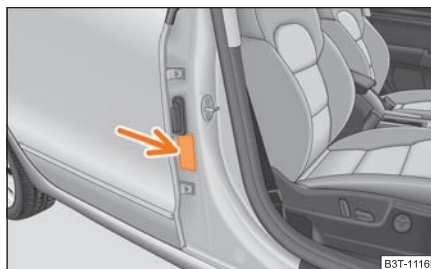

Fig. 180 Autocolant pe stâlpul central al ușilor, partea pasagerului din dreapta
- **Asupra acestui aspect atenționează și autocolantul amplasat pe partea dreaptă, pe stâlpul central al ușilor ⇒ fig. 180. Eticheta poate fi observată după deschiderea ușii pasagerului din dreapta. În unele țări, eticheta este lipită și pe parasolarul pasagerului din dreapta.**